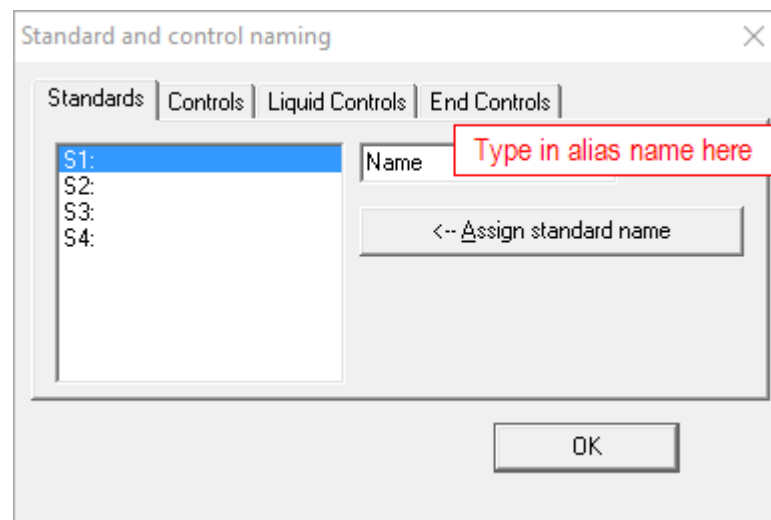

Figura 19 – nombres asignados a Los estándares
2. Presione en el primer estándar para resaltarlo (ver Figura 19)